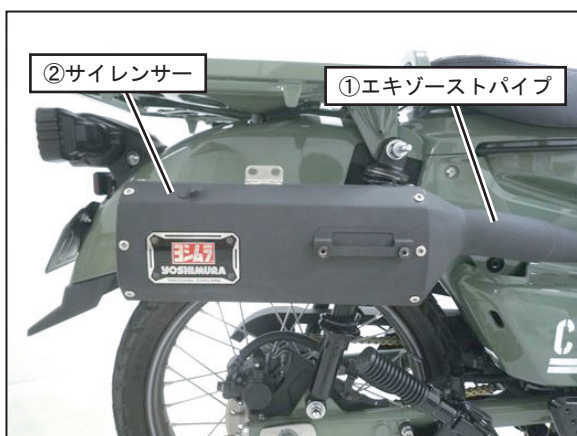

FIG. 9
9. ①エキゾーストパイプに②サイレンサーを取り付け、スプリング取付工具を使用して⑪マフラスプリングを取り付けて下さい。（FIG. 9, 10参照）